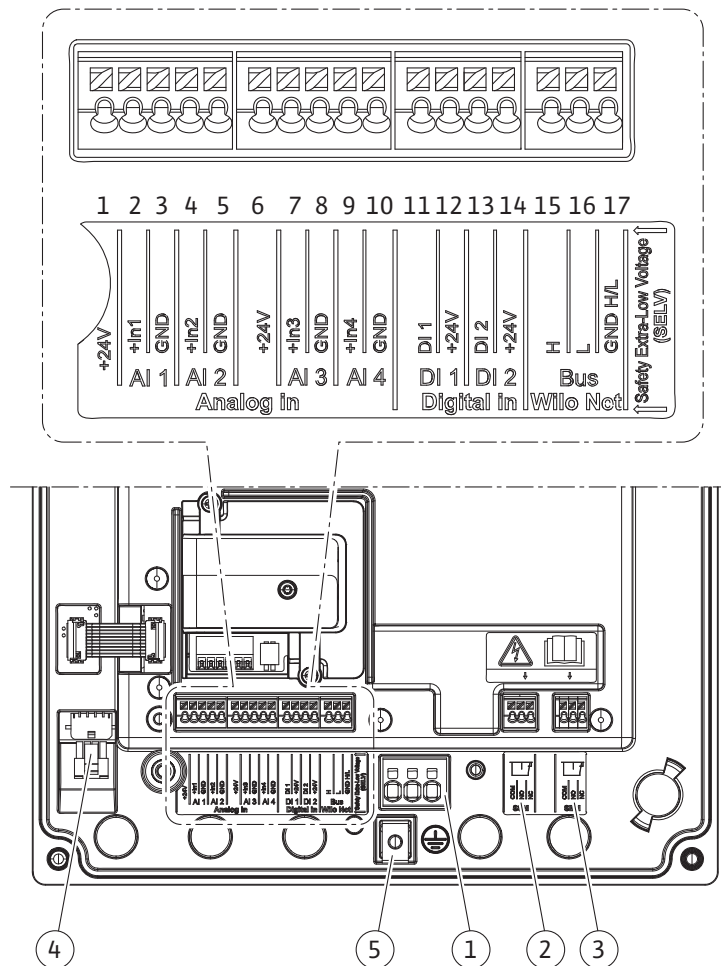

Fig. 19: Modulyje esančių gnybtų apžvalga
4. Sujungimo kabelis jungiamas per kabelio priveržiklį M25 (Fig. 19, poz. 1). Kabelio priveržiklį prisukite pagal atitinkamą sukimo momentą.